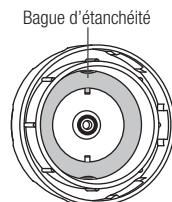

Fig.4
- Avant de remplir la bouteille avec la solution, merci de vérifier si le joint à l'intérieur de celle-ci est propre. (Fig. 4)